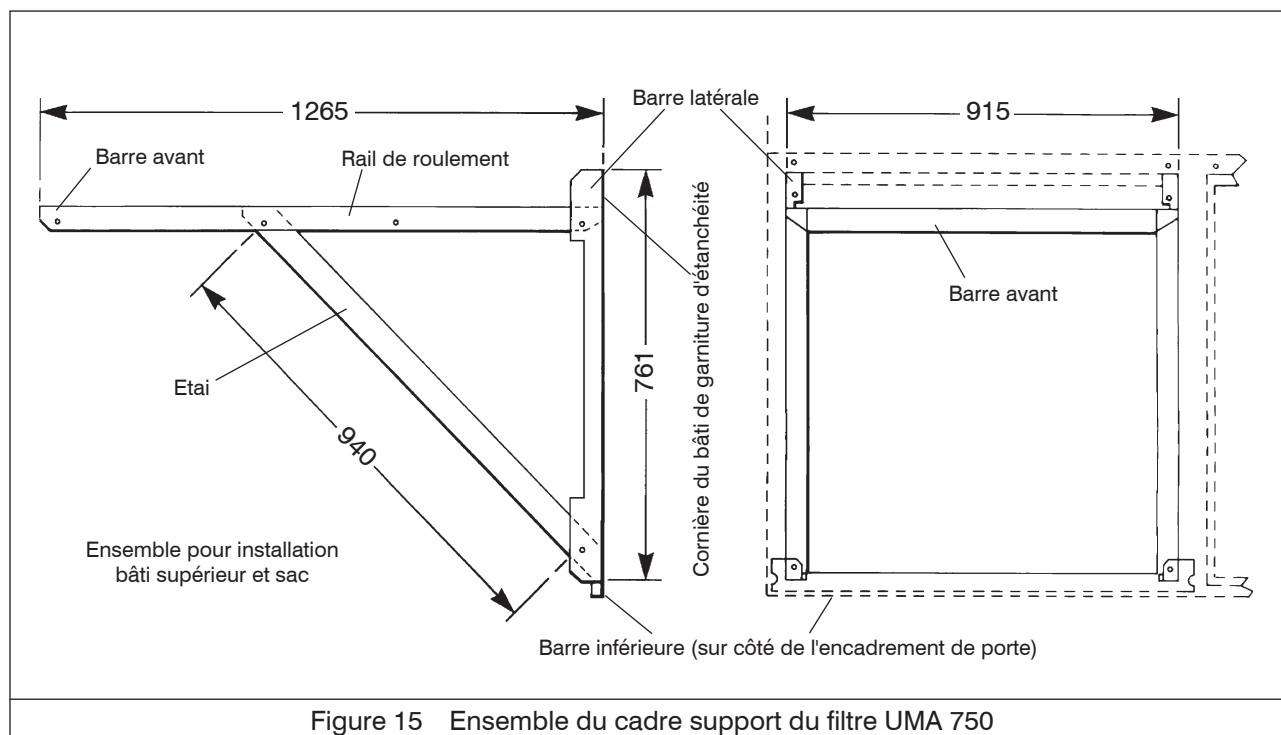

Figure 15 Ensemble du cadre support du filtre UMA 750
- 2 Enlevez le cadre support matelas de ses fixations dans la chambre du ventilateur ou sur le plateau supérieur de l'unité de type "V" et assemblez dans le cadre de porte (voir fig. 15).